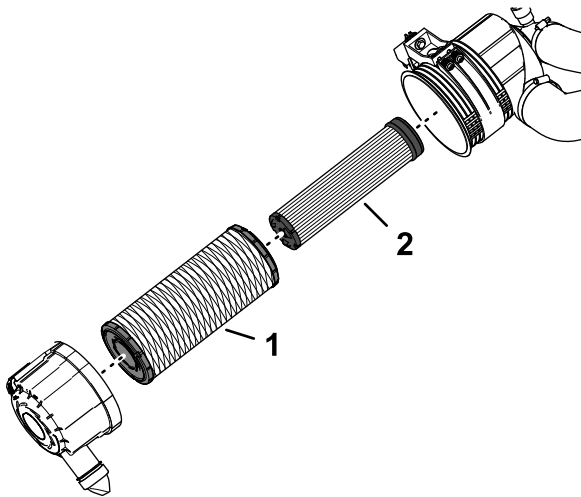

Figura 121
1. Verificai elementul de filtrare al filtrului de siguranță (Figura 121). Dacă este murdar, înlocuieți-l.
Important: Nu încercați niciodată să curățați filtrul de siguranță (Figura 121). Înlocuieți filtrul de siguranță cu un filtru nou după ce ai efectuat 3 lucrări de întreținere asupra filtrului principal.